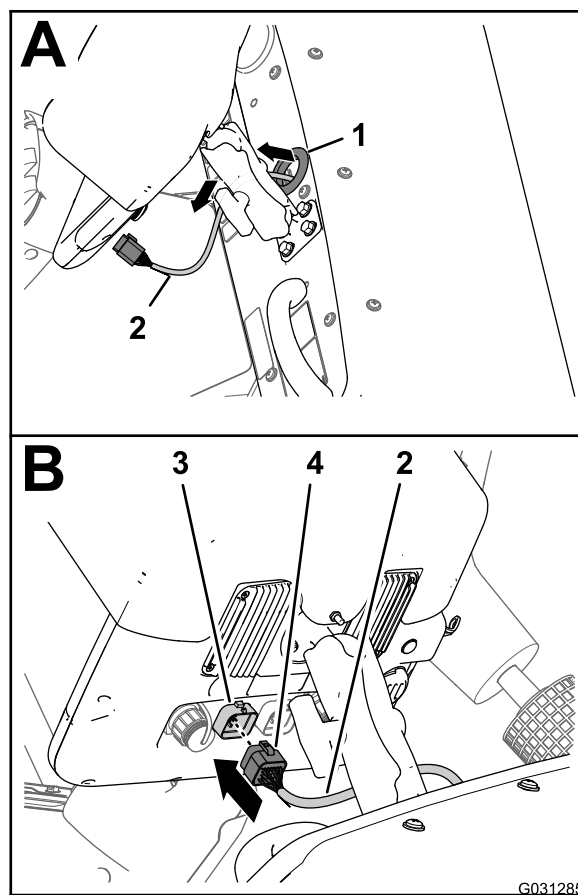

図 176
- データ用ハーネスの 220cm の枝線をダッシュパネルの穴のハトメに通す 図 176。
- データ用ハーネスの 26 ソケットコネクタを、スプレーヤのディスプレイの 26 ピンコネクタに接続する。コネクタ同士をしっかりと押し込んで確実にロックさせること 図 176。